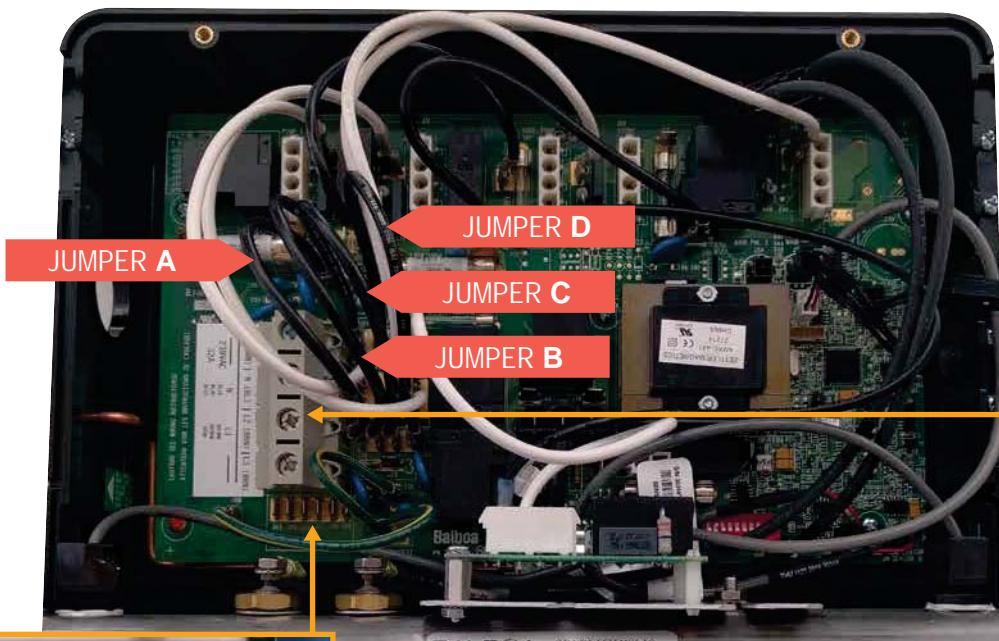

рис. 2
1.b) Переключите провод JUMPER A с контакта J36 к J45 (рис. 2).
1.c) Переключите провод JUMPER B с контакта J12 к J79 (рис. 2).